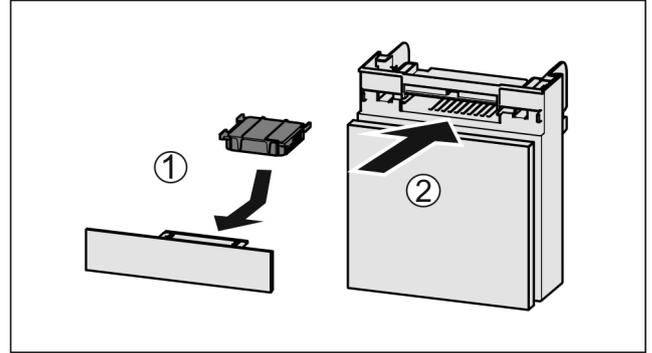

Fig. 116
- ▶ Inserire il vano Fig. 116 (2).